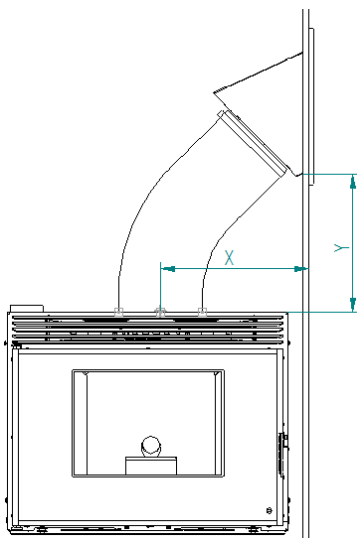

Figura 13 – Instalação equipamento
- A localização da boca de carga tem que manter uma relação, em que X é sempre menor do que $Y = X \times 0,7$ (ver Figura 13). Desta forma podemos garantir que a inclinação é suficiente para que o *pellets* não fiquem presos no tubo que liga a boca de carga, com a parte superior do chassi do inserível. A boca de carga pode ser instalada em qualquer uma das paredes que formam o saco onde se instala o equipamento, tanto à direita ou à esquerda, como na parte frontal ou traseira, se a distribuição da habitação da casa o permite. É sempre necessário respeitar as distâncias mínimas $X = 390$ milímetros, $Y = 275$ mm Exemplo: $X = 450$ mm $Y = 450 \times 0,7 = 315$ mm (mínimo).